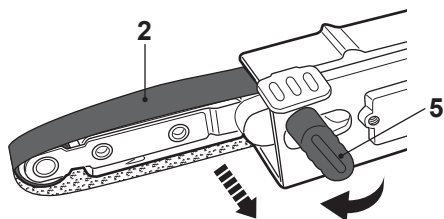

Fig. 4
- > Enquanto a correia abrasiva está em movimento, ajuste o manípulo de ajuste do alinhamento da correia (5) para alinhar a correia abrasiva ao centro dos rolos (1 e 6).
- > Rode o manípulo de ajuste do alinhamento da correia (5) para a direita para ajustar a correia abrasiva (2) para a direita (Fig. 4).